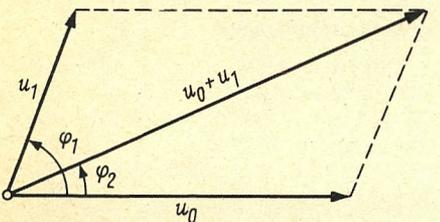

Bild 8b. Vektorielle Addition. Pfeillänge = Amplitude der Sinusspannung, φ_1 und φ_2 = Phasenwinkel zur Bezugsspannung u_0
Das vektorielle Additionsergebnis von $u_0 + u_1$ erscheint dann am Ausgang (7) wieder als eine Sinusspannung, deren Amplitude von der Phasenlage der beiden Eingangsspannungen zueinander abhängt (Bild 8b und 8c). Die am Ausgang (7) liegende Sinusspannung ist somit ein unmittelbares Maß für den Phasenwinkel zwischen den beiden Eingangsspannungen. Ein hier angelegter